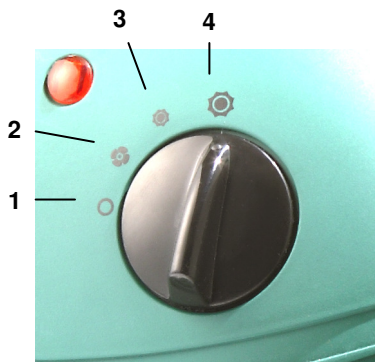

Fig. 1: Valgkontakt Montana
Stil termostaten på den maksimale indstilling og vælg den ønskede varmeydelse (fig. 1: pos 3 eller 4). Når rumtemperaturen er behagelig, drejer du termostaten mod uret, til varmeblæseren slukker. Termostaten vil nu holde den ønskede temperatur, ved at starte varmfunktionen igen, hvis temperaturen underskrides. Alt efter drivhusets størrelse anbefales det at vælge en varmeydelse på 2000 watt i vintermånederne. Den lavere ydelse på 1000 watt er derimod tilstrækkelig i overgangstiderne.
Ønsker du at ventilere dit drivhus i sommermånederne, vælger du blæserfunktionen (fig. 1: pos. 2). Hertil stiller du termostaten på maksimal ydelse.